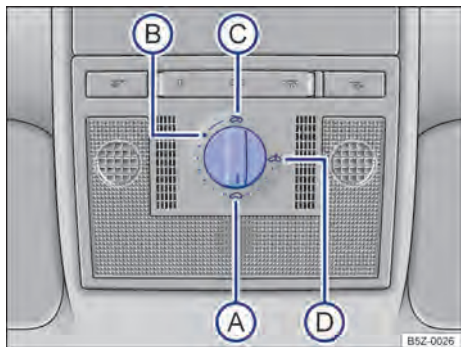

Fig. 55 No revestimento do teto: interruptor rotativo do teto solar.
Girar o interruptor rotativo → **Fig. 55** para a posição desejada para regular as seguintes posições do teto solar:
- Girar o interruptor rotativo para a posição → Fig. 55  e puxar para baixo na área posterior, até que o teto solar esteja completamente fechado.